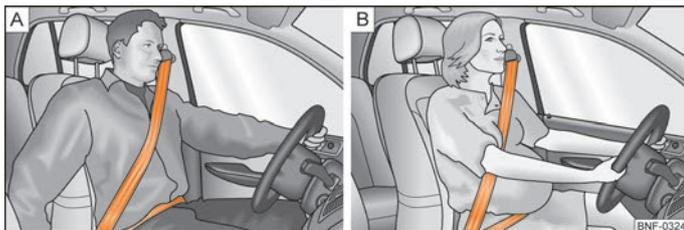

Fig. 75 **A** - Posizione del nastro diagonale e del nastro addominale della cintura / **B** - posizione del nastro della cintura per le donne incinte
- Il nastro diagonale della cintura deve trovarsi più o meno al centro della spalla, mai sul collo, e deve aderire bene al torace. Il nastro addominale deve essere posizionato sul bacino, e non sulla pancia, e deve sempre aderire bene ⇒ fig. 75 - **A**.
- Le donne incinte devono posizionare il nastro addominale sul punto più basso del bacino, in modo da non esercitare alcuna pressione sul basso ventre ⇒ fig. 75 - **B**.